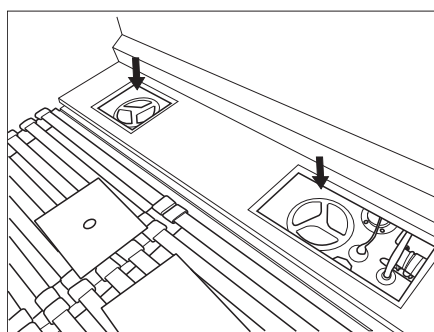

Figura 62 Aberturas de limpieza del depósito de agua potable (similar a la ilustración)
- Desatornillar y retirar las aberturas de limpieza (Figura 62). Ahora se puede acceder a la abertura de drenaje.